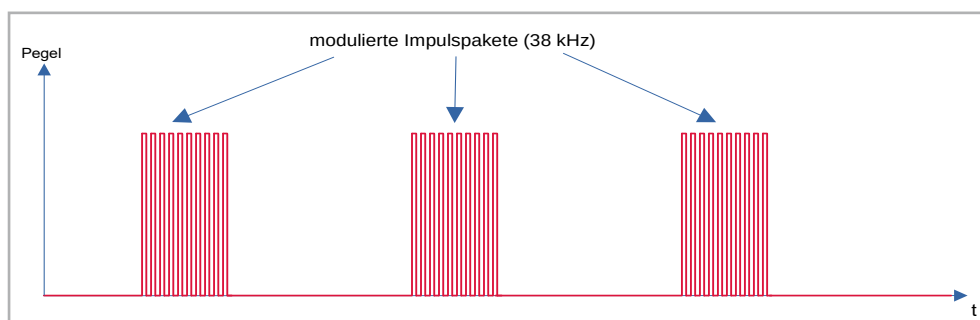

Bild 4: So sehen die Impulspakete eines IR-Sendesignals aus.
Herkömmliche Fernbedienungen für z. B. Fernseher, DVD- oder Mediaplayer arbeiten in der Regel mit unsichtbarem Infrarotlicht (IR), um Fernbedienungsbefehle zu übertragen. Modernere Geräte kommunizieren eventuell bereits über eine drahtlose Funkverbindung (Bluetooth), die natürlich nicht mit einer Fotodiode detektiert werden kann. Bevor wir uns der eigentlichen Schaltung zuwenden, schauen wir uns kurz an, welcher Struktur ein IR-Signal von Fernbedienungen folgt. Der IR-Sender (Fernbedienung) sendet kein kontinuierliches Signal, sondern periodisch wiederkehrende Impulspakete. Die Sendediode der Fernbedienung wird mit einer kodierten Impulsfolge im Frequenzbereich von ca. 38 kHz moduliert (siehe Bild 4). In diesen Impulspaketen steckt die eigentliche zu übertragende Information, auf die wir hier im Folgenden eingehen.
Wird eine Fernbedienung in geringem Abstand zur Fotodiode gehalten (Bild 7), erzeugt dies am Ausgang des Verstärkers U1A ein Rechtecksignal, dessen Verlauf dem in Bild 4 entspricht. Dieses Signal muss nun zur Anzeige gebracht werden. Dies geschieht mithilfe eines Komparators, der mit U1B aufgebaut ist.